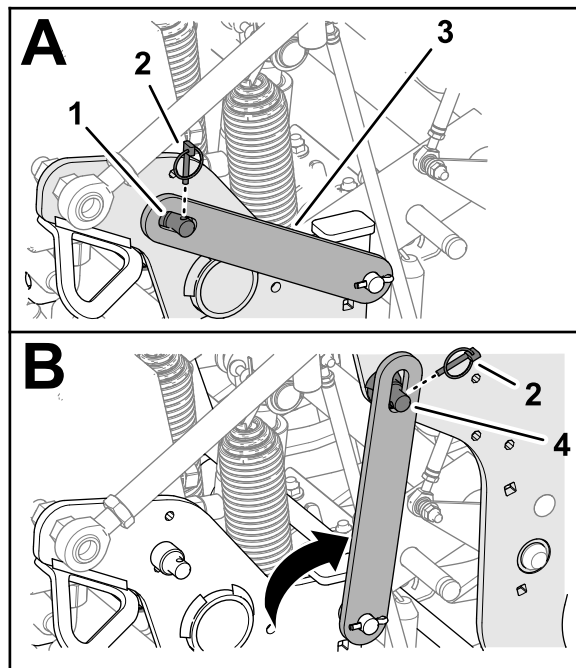

**Figura 102**
4. Rimuovete la coppiglia ad anello che fissa il fermo di servizio alla piastra laterale (**Figura 102**).